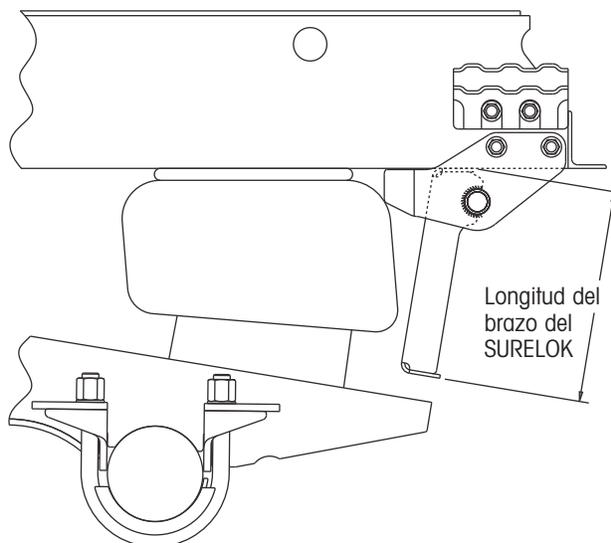

Figura 101. Verificando la longitud del brazo del SURELOK
2. Mida la longitud del brazo del SURELOK (figura 101).